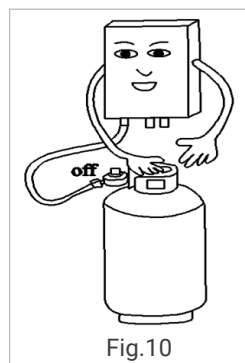

Fig.10
- Fermez le robinet de gaz après chaque douche (Fig.10).
- Vérifiez que la flamme s'éteint après chaque douche et n'oubliez pas de fermer le robinet de gaz (Fig.10)